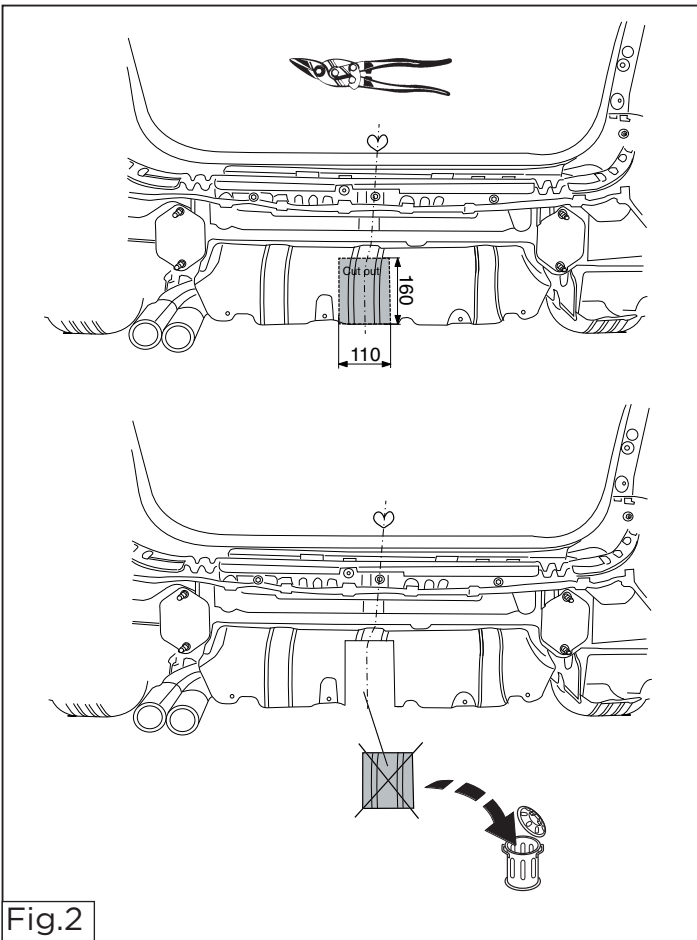

Fig.2
3. Saw off the part of the heat shield denoted in figure 2.
3. **Falls vorhanden:** Sägen Sie das in Abbildung .2. angegebene Teil aus dem Hitzeschild.